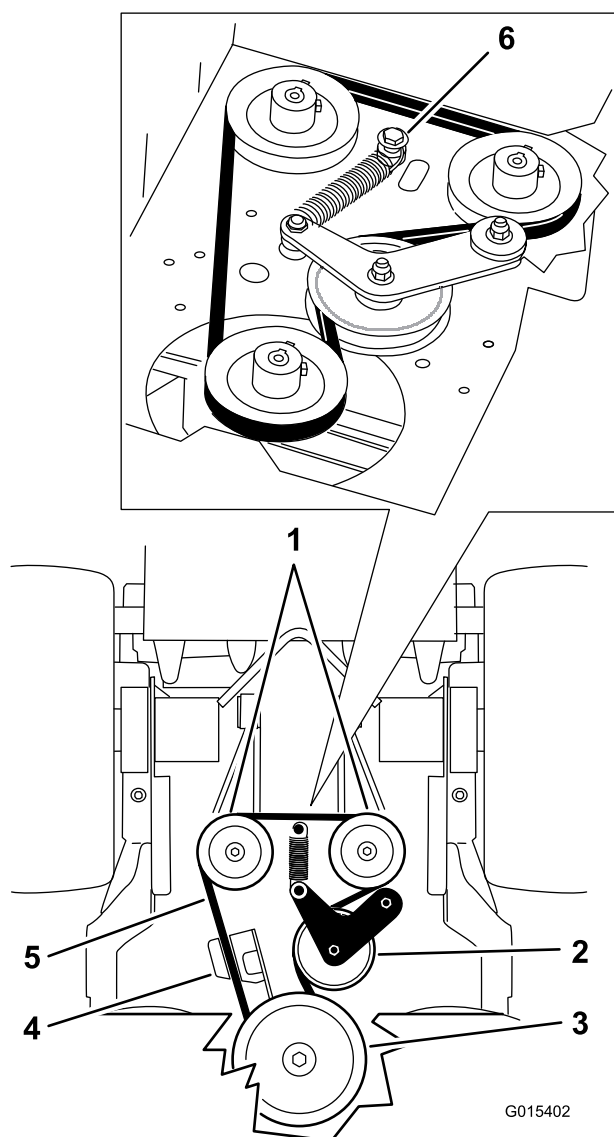

Figura 63
6. Rimuovete bullone di spallamento, dado e rondella dalla scocca del motore e dalla molla collegata (Figura 63).
7. Togliete la cinghia di trasmissione della pompa (Figura 63).
9. Installate la molla su bullone a perno e rondella e collegate al piatto del motore con il dado (Figura 63).